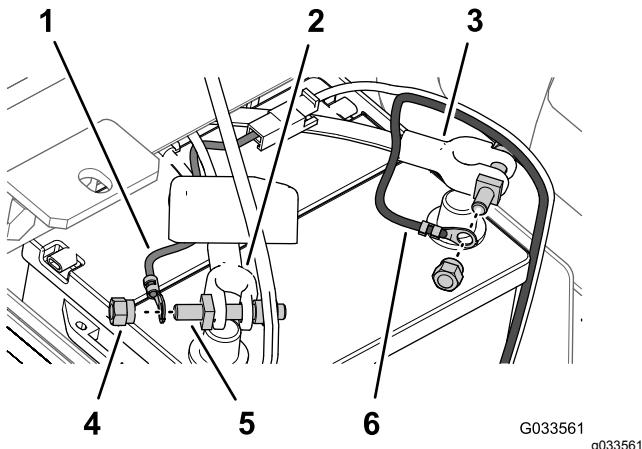

Figura 31
- 6. Fissate il morsetto ad anello del collegamento fusibile (cablaggio preassemblato dell'irroratrice) al polo del bullone del morsetto che avete montato sul cavo positivo della batteria con un dado del serrafiletto (Figura 31).
7. Fissate il morsetto ad anello del filo negativo (nero – cablaggio preassemblato dell'irroratrice) al polo del bullone del morsetto che avete montato sul cavo negativo della batteria con un dado del serrafile (Figura 31).